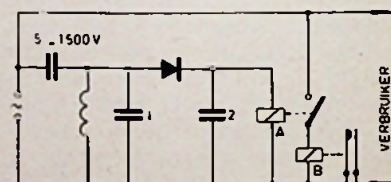

FIG. 2
D. De spoel, constructie en berekening (Zie fig. 2)
Fig. 2 laat zien op welke plaats van
Hierna worden ze op het keramische lichaam geschoven (in de goede volgorde!) en met collall vastgezet, conform de maten volgens fig. 2.